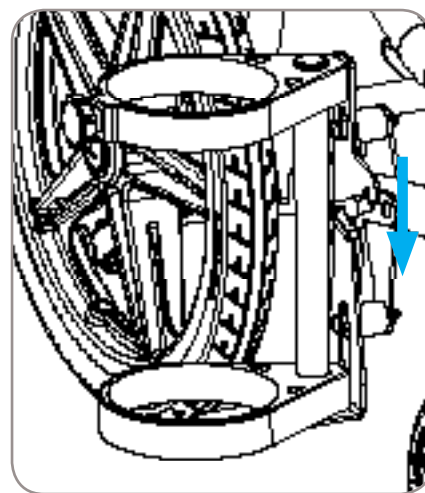

Figura 33
1. Alinee las ranuras en el soporte de O2 con los patrones en el soporte. Referencia Figura 33.